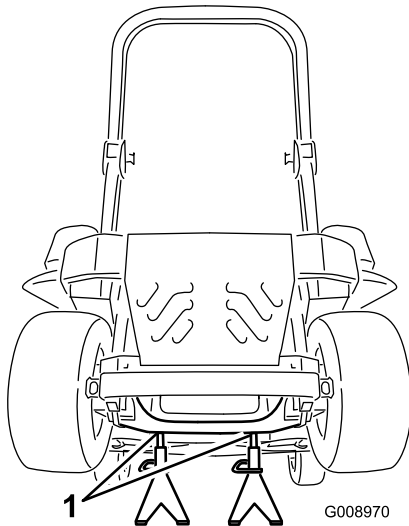

Figura 93
3. Sollevate la macchina e sostenetela su cavalletti (Figura 93).
9. Rimuovete i cavalletti metallici e abbassate la macchina (Figura 93).